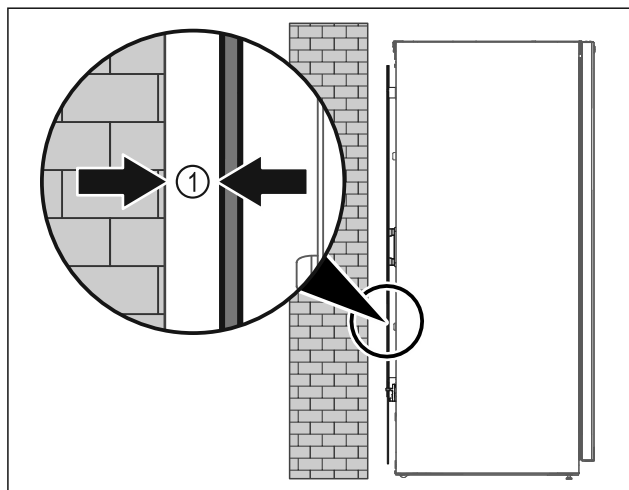

Fig. 10
- ▶ Urządzenie ustawić swobodnie w pomieszczeniu lub bezpośrednio przy ścianie z minimalnym odstępem 5 mm Fig. 10 (1).